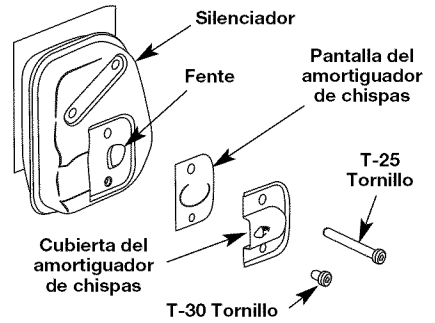

Fig. 38
2. Con un destornillador plano de la lámina o un pedacito torx T-20 y un pedacito T-25, quite los tornillos que unen el desviador de los pararrayos de la chispa al silenciador (Fig. 38).